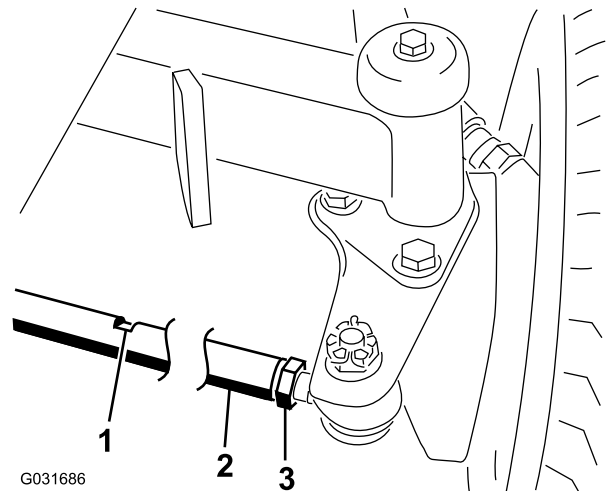

Bild 83
2. Lösen Sie die Klemmmutter an jedem Ende der Spurstange (Bild 83).